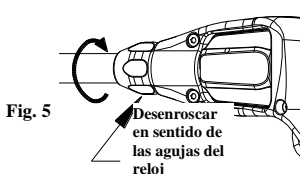
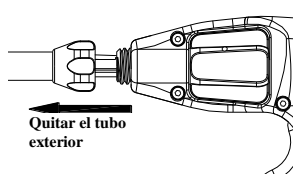

Fig. 5
Fig. 6
2. Manteniendo apretado el disparador hasta el fondo, desenroscar el tubo externo (fig. 5) y extraerlo (fig. 6).